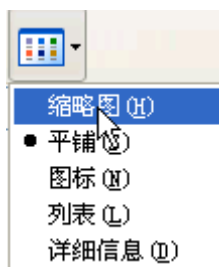

图 5-98 选择缩略图
(18) 在恢复到的文件夹中，选择缩略图，查看图片，如图 5-98 所示。